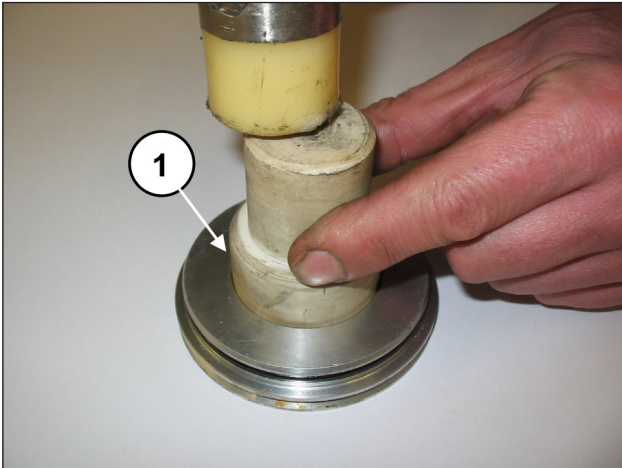
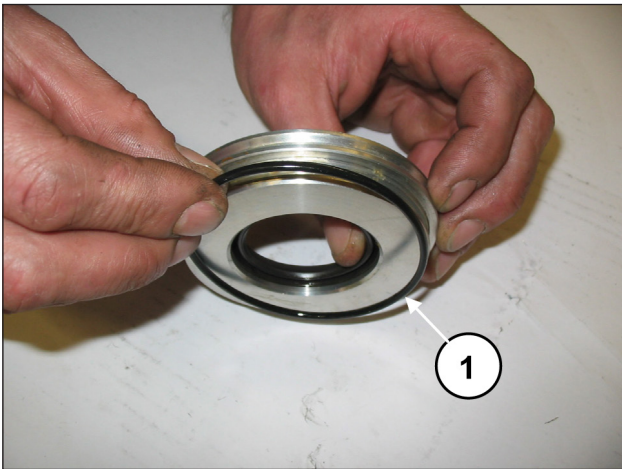

Abb. 5
Abb. 6
Entfernen Sie den radialen Dichtring (Pos. ①, Abb. 5) und den äußeren O-Ring (Pos. ①, Abb. 6).